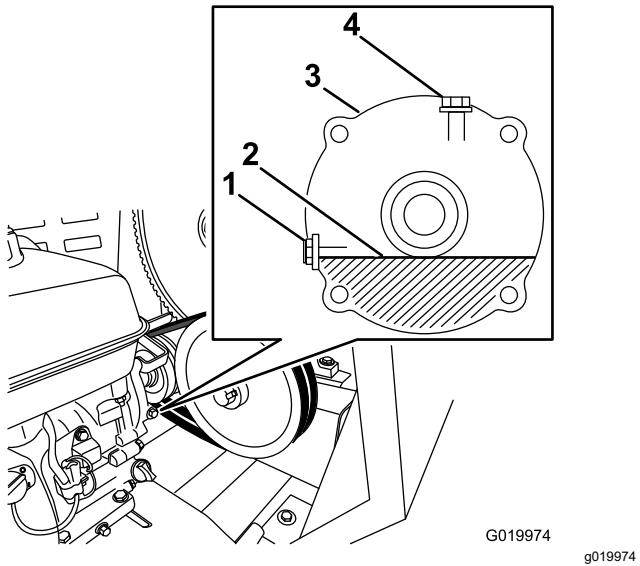

Figura 61
5. Localice la caja reductora entre el motor y la polea del motor (Figura 61).
7. Retire el perno y la arandela de comprobación del nivel de aceite del orificio de nivel de aceite (**Figura 61**).
- A. Retire el perno y la arandela de llenado del orificio de llenado situado encima de la caja reductora (**Figura 61**).
- C. Instale el perno de llenado y la arandela en el orificio de llenado de la caja reductora, y apriete el perno de llenado (**Figura 61**).
8. Cuando el aceite esté al nivel de las roscas de la parte inferior del orificio de nivel de aceite, instale el perno y la arandela de comprobación del nivel de aceite en el orificio y apriete el perno (**Figura 61**).
11. Vierta lentamente aceite del tipo especificado en el orificio de llenado hasta que el nivel de aceite llegue a las roscas de la parte inferior del orificio de nivel de aceite (Figura 61).